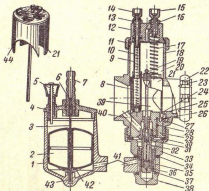

Рис. 54. Карбюратор К-28Д:
**Система питания.** На мотоцикле ИЖ-56 устанавливается карбюратор К-28Д (рис. 54). Поплавковая камера состоит из корпуса 1 и крышки 4. На крышке смонтирован утопитель поплавка 5, а в центре крышки заармирован штуцер 7 для бензопровода. Внутри поплавковой камеры установлен поплавок 2, изготовленный из тонкой листовой латуни. Через поплавок проходит запорная игла 3, которая при достижении определенного уровня топлива в поплавковой камере закрывает отверстие в штуцере.